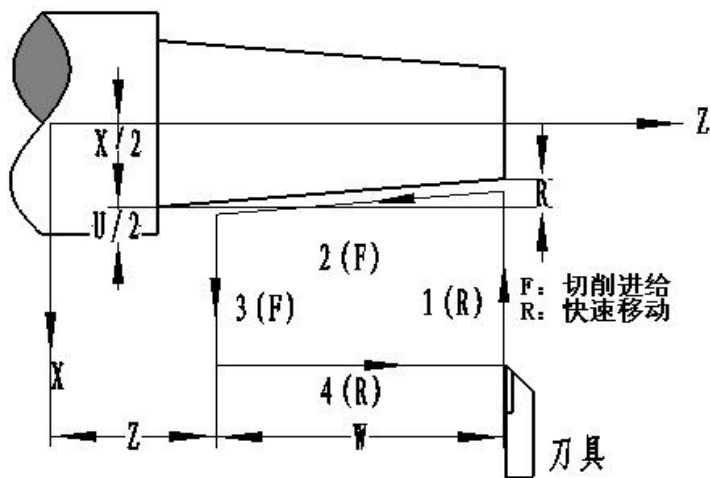

图 2-17
G90 可实现圆柱面、圆锥面的单一循环加工，循环完毕后刀具返回起刀点位置（轨迹 1 的起点），如图 2-16 和图 2-17。图中 (F) 线段表示切削进给，(R) 线段表示快速移动。